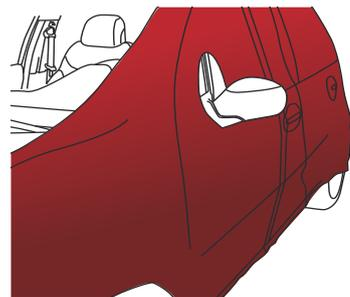

Figure 21
- › Le film est tendu sur la totalité de la surface à couvrir. Vous allez maintenant pouvoir procéder à l'application du film (FIG. 21) selon les surfaces rencontrées.